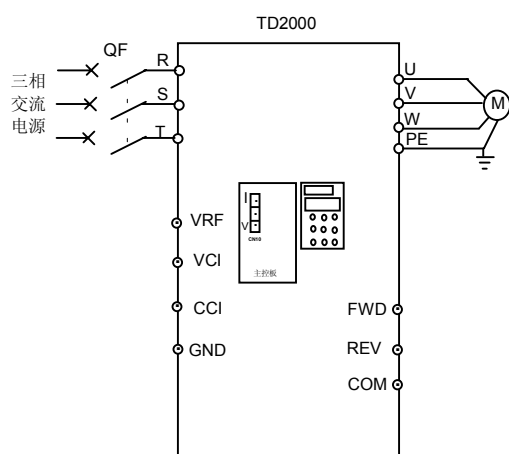

图3-9 基本配线图
- (1)取下盖板;
- (2)将电源线接到主回路输入端子R、S、T上,如图3-9所示;
- (3)将负载(电机)线连到变频器输出端子U、V、W上,如图3-9所示;
- (4)将“PE”点安全接地;
- (5)将取下的盖板重新安装好。